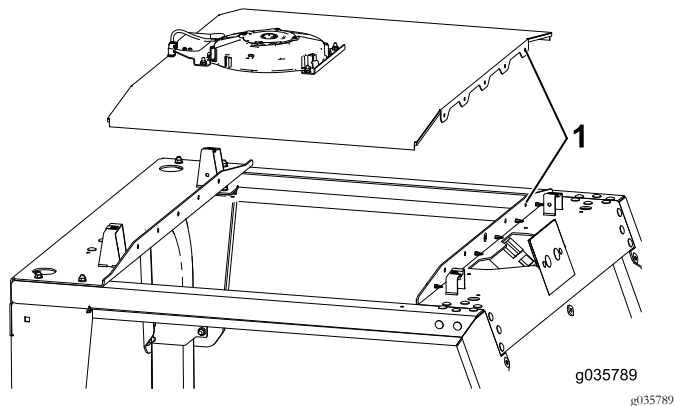

图4
2. 将顶棚组件放到机器上使顶棚组件的铆钉孔与机器的铆钉孔对齐 图4。